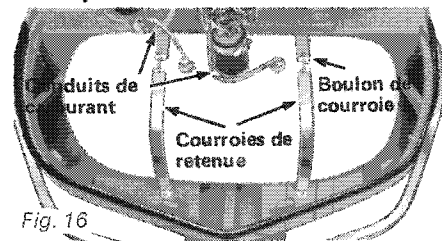

Fig. 16
1. Débranchez les conduits de carburant du réservoir. (Voir Fig. 16).